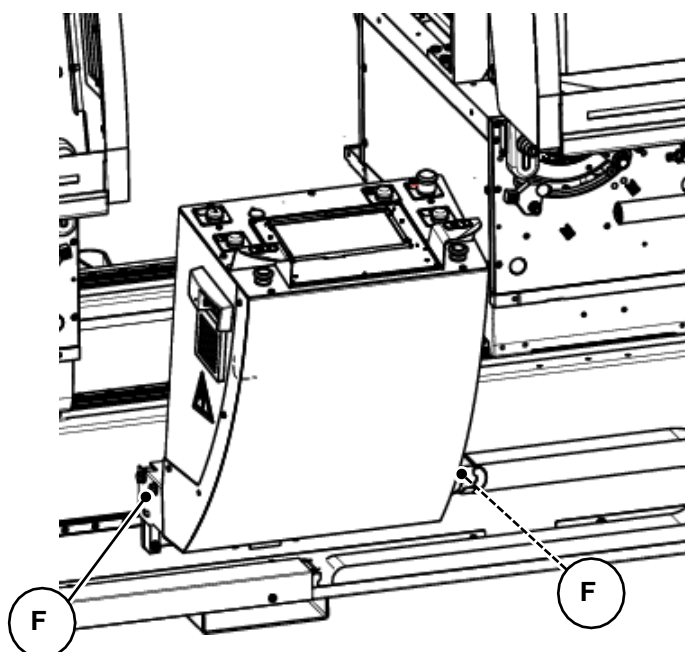

Fig. 05-07
- Fixar os 2 parafusos de fixação retirados como acima nos pontos "F" (Fig. 05-07) nos 2 lados da consola.